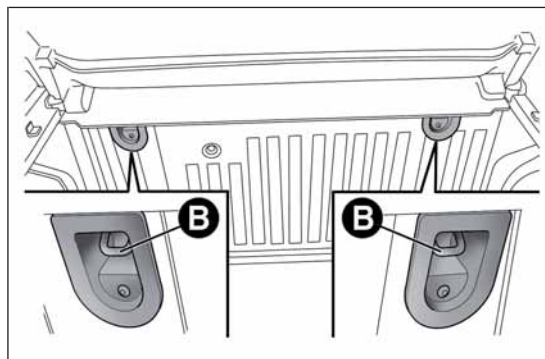

fig. 103
- fissa la cinghia superiore (disponibile assieme al seggiolino) agli appositi agganci B fig. 103 ubicati nella parte posteriore dello schienale.